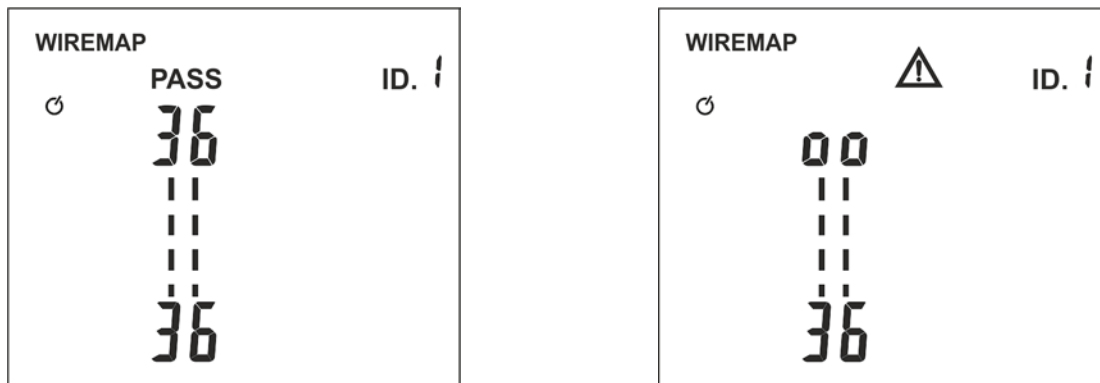

Abb. 13: Anzeige des Tests am COAX Kabel mit F Stecker
- Drücken Sie die Taste **TEST/←**. Das Gerät führt den Test durch, und die Meldung "**PASS**" erscheint im Display, wenn das Ergebnis korrekt ist (siehe Abb. 13 – linke Seite), oder das Symbol "**⚠**" zusammen mit den blinkenden Paaren, falls das Kabel unterbrochen ist (siehe Abb. 13 – rechte Seite).